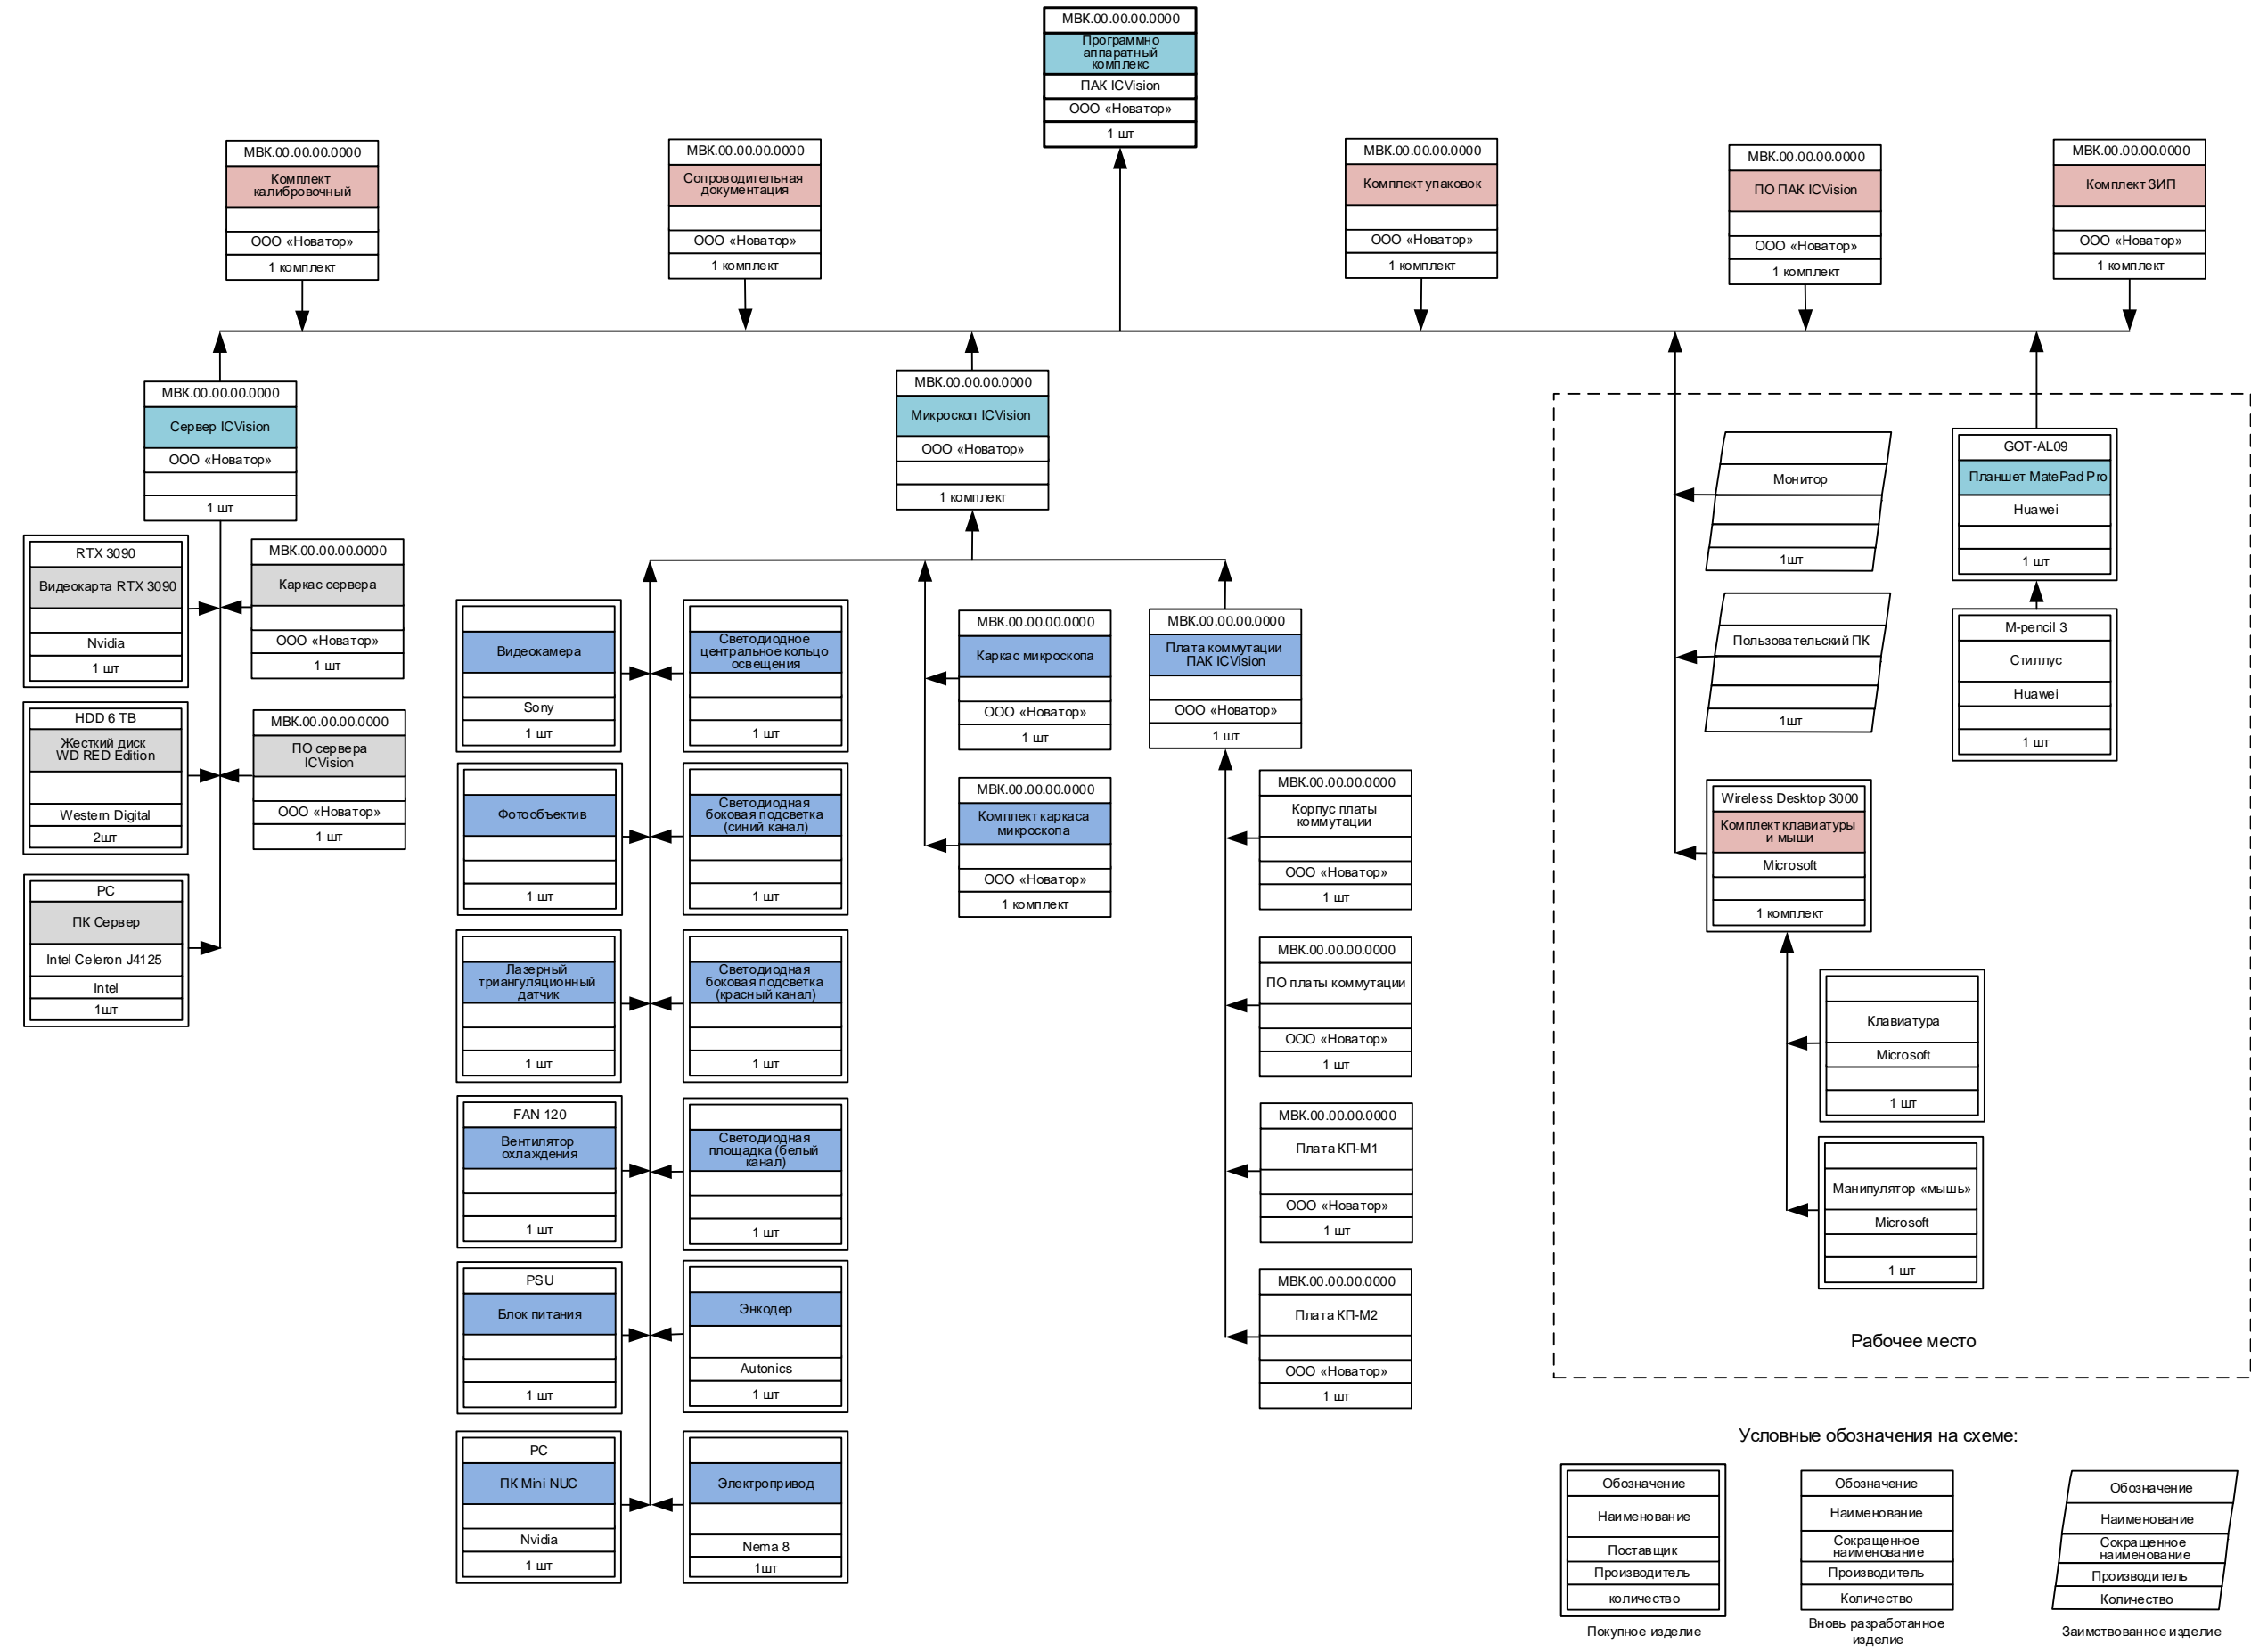

Рисунок 1 – Структура ПАК ICVision
1.1.3.1 Структура ПАК ICVision (см. Рисунок 1).